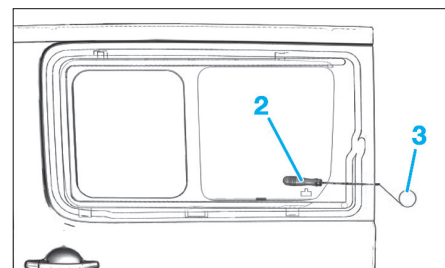

FIG. 7
- Passer l'alène (2) au travers le joint de l'intérieur vers l'extérieur (Fig.7).
- Accrocher le fil tranchant (3) à l'alène à l'intérieur du véhicule.